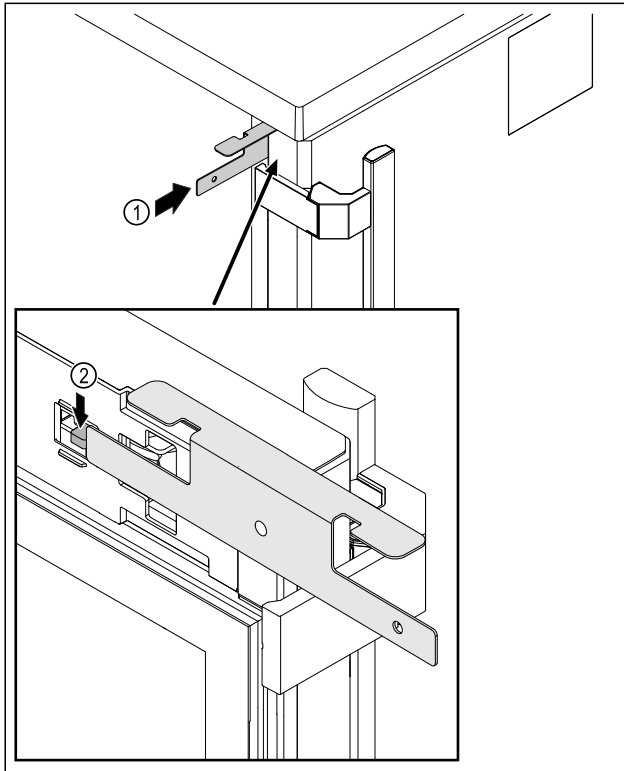

Fig. 218
- Sett inn nødopplåsingsnøkkelen Fig. 218 (1) mellom døren og apparatfundamentet.
- Trykk låsekroken Fig. 218 (2) i retning av hengselen.